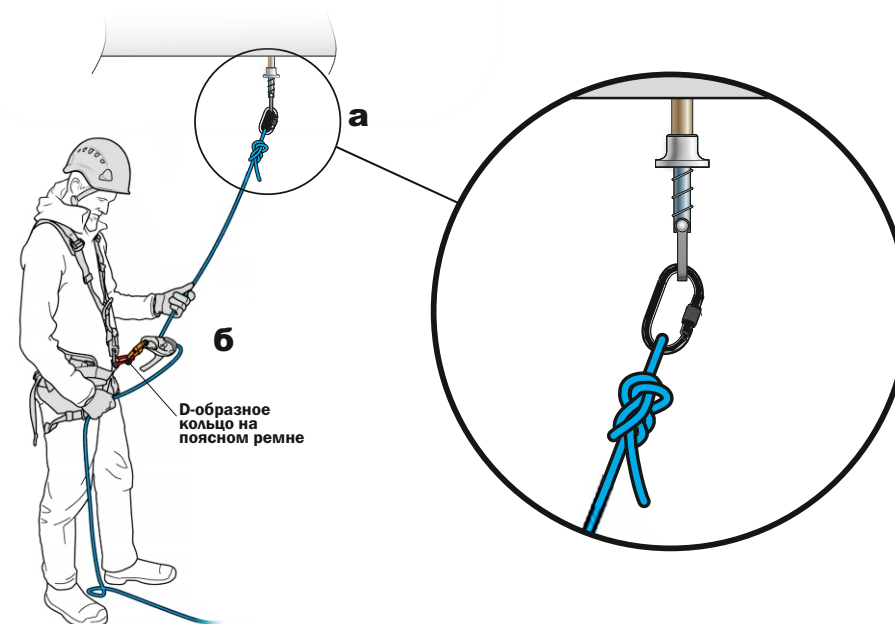

Рис. 8 Соединение привязи и анкерной точки с соединительной подсистемой.
6. Соединить при помощи карабина соединительную подсистему (строп с регулятором длины, канат со спусковым устройством и т.д.) с анкерной точкой (**рис. 8а**).
7. Соединить при помощи карабина D-образное кольцо на пояском ремне привязи с соединительной подсистемой (**рис. 8б**).